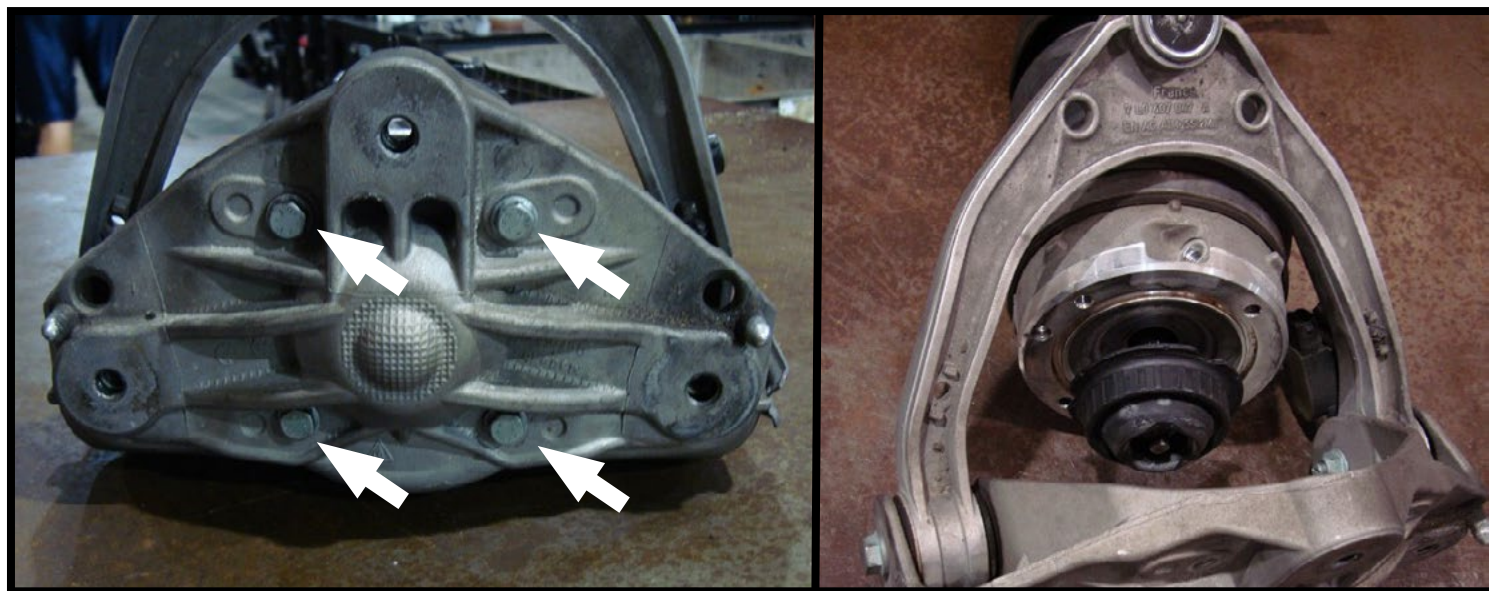

FIGURA 20-1
1. EXTRAIGAY DESCARTE LOS CUATRO PERNOS QUE FIJAN EL MUELLE NEUMÁTICO AL SOPORTE SUPERIOR DEL MUELLE NEUMÁTICO. (FIGURA 20-1)